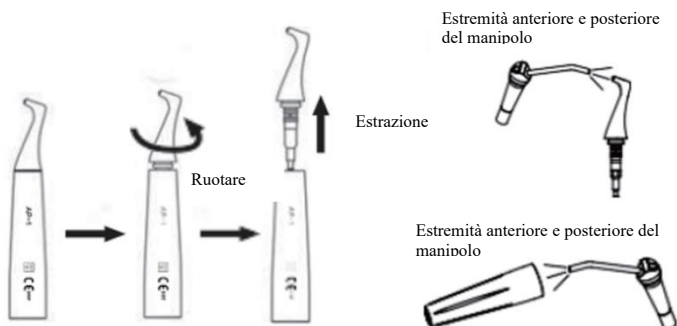

Fig. 7 Schema di pulizia del manipolo
2.4.1.1 Rimuovere il manipolo per lucidatura ad aria, allentare la testa del manipolo ed estrarla (per il manipolo subgingivale, è necessario rimuovere preventivamente l'ugello), come mostrato nella fig. 7.